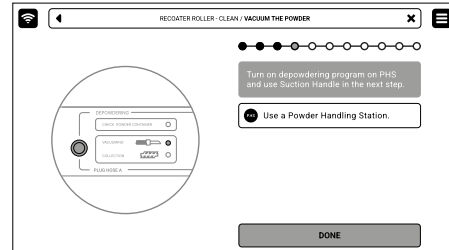

Abb. 4.1 Hochfahren des Entpulverungsprogramms bei der Multi PHS.
4. Entscheide die Multi PHS oder den Staubsauger zur Reinigung zu verwenden. Es gibt dann eine korrespondierende Nachricht auf dem Bildschirm (Abb. 4.1).